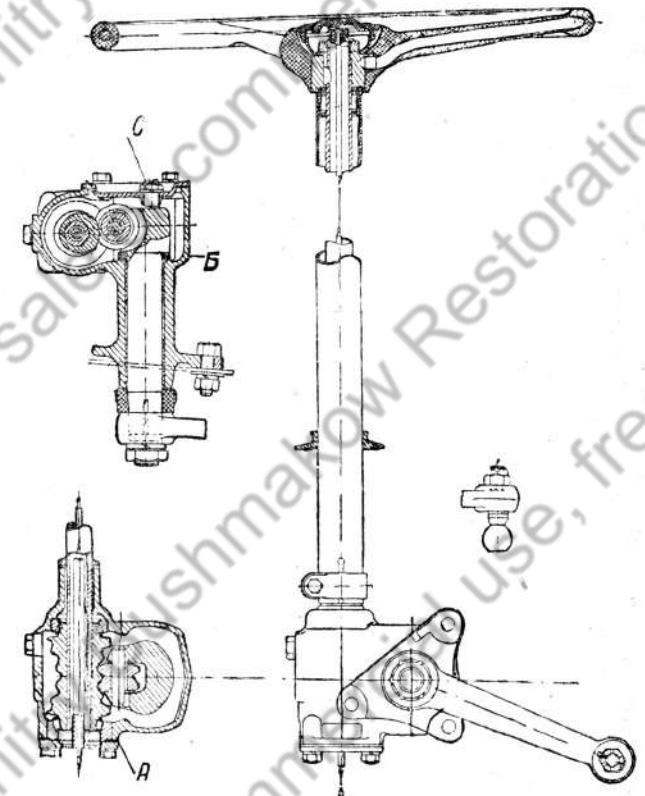
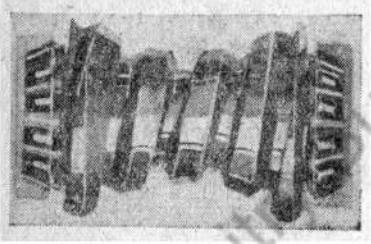

Рис. 74. Рулевой механизм
Рис. 75. Глобоидальный червяк
Рулевое управление. Рулевая передача — типа «червяк и двойной ролик» (рис. 74). Глобоидальный червяк 1 посажен на двух конических роликовых подшипниках (рис. 75). Двойной ролик вращается на игольчатом подшипнике, а вал рулевой сошки — на двух бронзовых втулках. Втулки для уменьшения износа имеют большую длину и далеко расположены. Сошка
1. Регулировка продольного люфта червяка достигается при помощи изменения числа прокладок **А** (рис. 74), помещенных под нижней крышкой червяка.